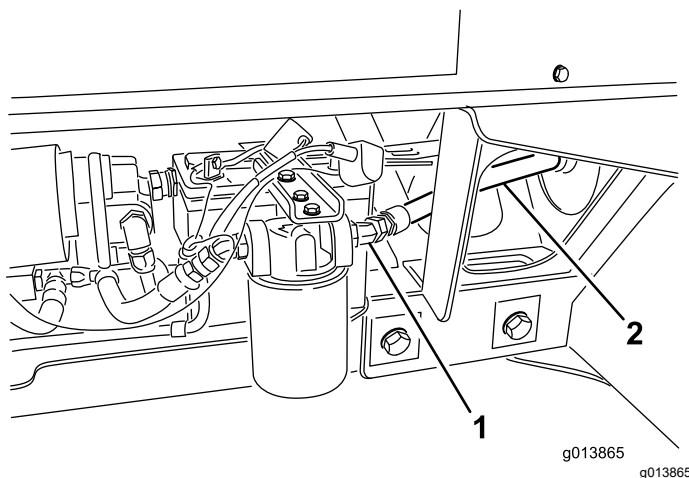

Figure 11
8. Raccordez le flexible hydraulique n° 3 à la sortie du filtre (Figure 11).